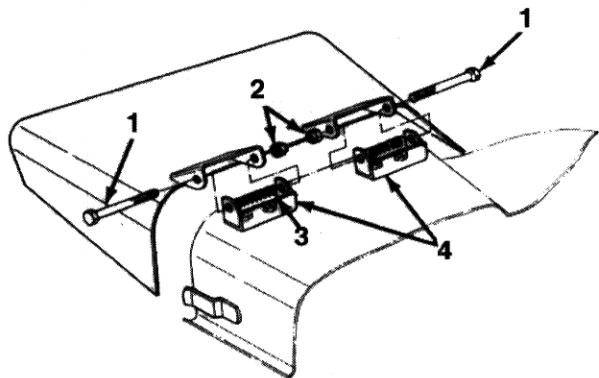

Fig 10
- Rimuovere le due viti mordenti, i dadi autobloccanti e le molle che fissano gli attacchi del deflettore alla staffa orientabile (Fig. 10).
2. Per rimuovere le staffe orientabili togliere bulloni, rondelle di sicurezza e dadi (Fig. 10).